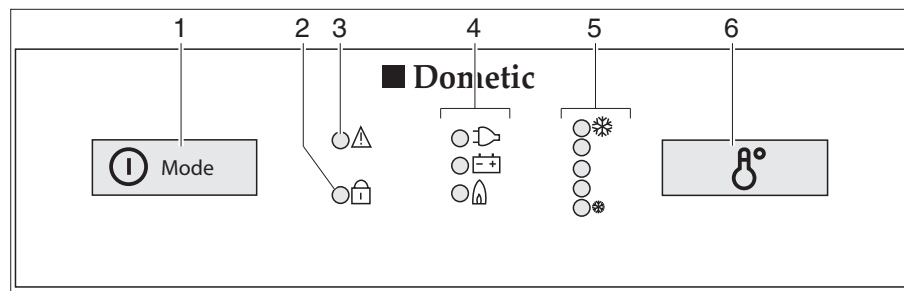

Bild 271 Bedienelemente für den Kühlschrank (Dometic 8er-Reihe mit MES)
- Den Einschalter/Energie-Wahlschalter (Bild 271,1) 2 Sekunden lang drücken, um das Gerät einzuschalten. Die LED der zuletzt gewählten Betriebsart leuchtet auf.
- Ggf. den Einschalter/Energie-Wahlschalter (Bild 271,1) mehrmals kurz drücken, bis die Betriebsanzeige Gas "🔥" aufleuchtet. Die Gaszufuhr ist geöffnet. Der Zündvorgang erfolgt automatisch. Ein tickendes Geräusch ist hörbar, bis der Zündvorgang erfolgreich abgeschlossen ist.
- Die Kühltemperatur mit dem Schalter für die Temperatureinstellung (Bild 271,6) einstellen.
- Ggf. den Einschalter/Energie-Wahlschalter (Bild 271,1) mehrmals kurz drücken, bis die Betriebsanzeige 230 V "⚡" aufleuchtet.
- Ggf. den Einschalter/Energie-Wahlschalter (Bild 271,1) mehrmals kurz drücken, bis die Betriebsanzeige 12 V "⊕" aufleuchtet.